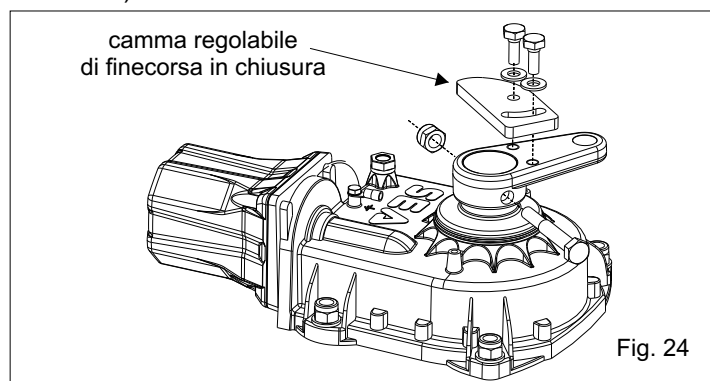

Fig. 24
6.2. Montare la camma di finecorsa come in Fig. 24, portare la stessa in battuta con la biella e fissarla con le apposite viti.